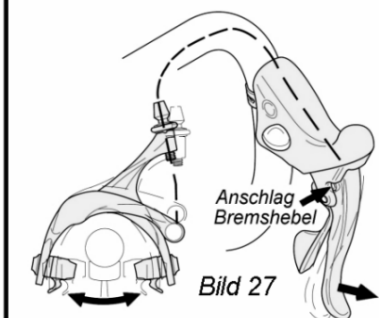

Bild 27
- Bremsen durch Eindrücken des Bremshebelanschlags öffnen, **Bild 27**.